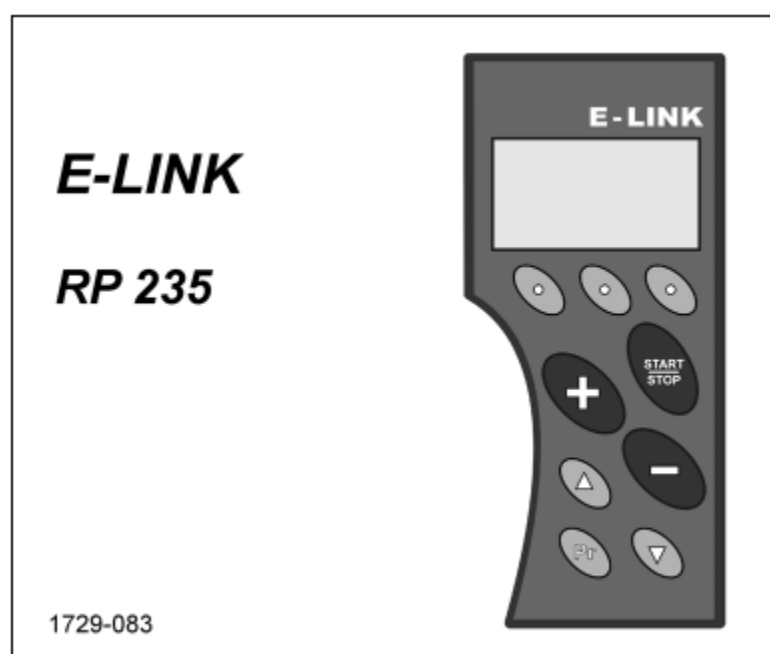

Рисунок 22
- "Balercontrol III" (с блоком управления для "E-LINK", рис. 22)